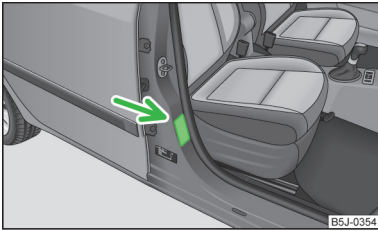

Abb. 120
- Auf diese Tatsache weist auch der Aufkleber hin, der sich an der B-Säule auf der Beifahrerseite befindet » Abb. 120. Der Aufkleber ist nach dem Öffnen der Beifahrertür sichtbar. Für einige Länder ist der Aufkleber an der Sonnenblende des Beifahrers angebracht.